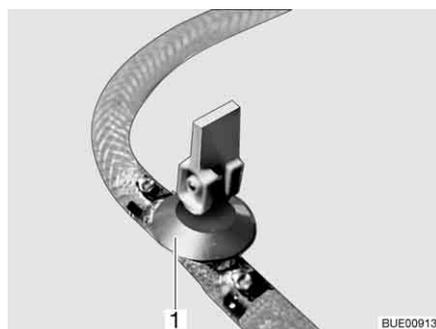
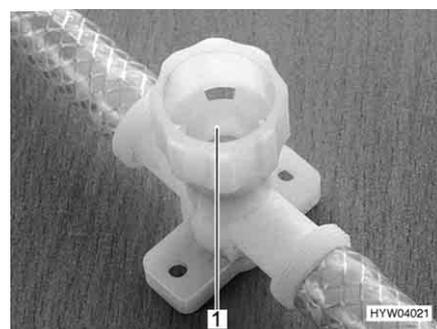

Bild 242 Ablasshahn (mit Kipphebel)
Bild 243 Ablasshahn (mit Drehkappe)
- Alle Ablasshähne öffnen. Dazu den Kipphebel des Ablasshahns (Bild 242,1) senkrecht stellen oder die Kappe des Ablasshahns (Bild 243,1) entgegen dem Uhrzeigersinn drehen.